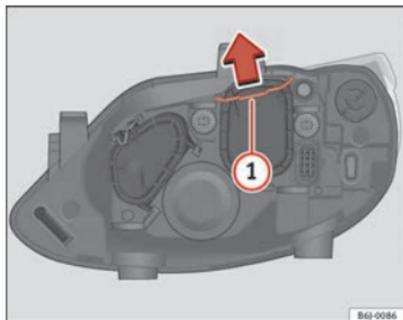

Fig. 151 Luz de cruce
- Desplace el tirante ⇒ fig. 151 ① en el sentido de la flecha y saque la tapa.